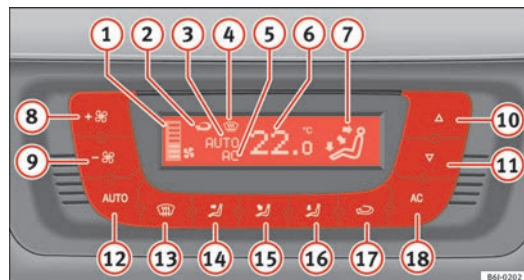

Fig. 92 Sulla plancia della strumentazione: comandi del Climatronic
- Premere i tasti **(10)** e **(11)** ⇒ fig. 92 per impostare la temperatura.
- (1)** Indicatore del livello del ventilatore.
- (2)** Indicatore della funzione di ricircolo
- (3)** Indicatore **AUTO** (Funzionamento automatico).
- ④ Indicatore di disappannamento.
- ⑤ Indicatore AC (Raffreddamento attivo).
- ⑥ Indicatore della temperatura interna selezionata
- ⑦ Indicatore della direzione del flusso d'aria.
- ⑧ Aumento della velocità del ventilatore.
- ⑨ Diminuzione della velocità del ventilatore.
- Premere il tasto **AUTO**. Viene visualizzata l'indicazione ⇒ pag. 133, fig. 92 ⑦.
- Premere i tasti ⑩ e ⑪ ⇒ pag. 133, fig. 92 per impostare la temperatura desiderata nell'abitacolo. Consigliamo una temperatura di 22°C (72°F).
- Premere uno dei tasti compresi tra ⇒ pag. 133, fig. 92 **14** e **16** oppure premere la manopola del ventilatore **8** e **9**. Si spegne l'indicazione **3**.
Il ventilatore si regola tramite i tasti **8** e **9** ⇒ pag. 133, fig. 92. Se la ventola è spenta (sullo schermo non è indicato nessun livello **1**) e si tiene
- Per attivare e disattivare la funzione di ricircolo si deve premere il tasto . È attiva se sul display compare il simbolo  ⇒ pag. 133, fig. 92.